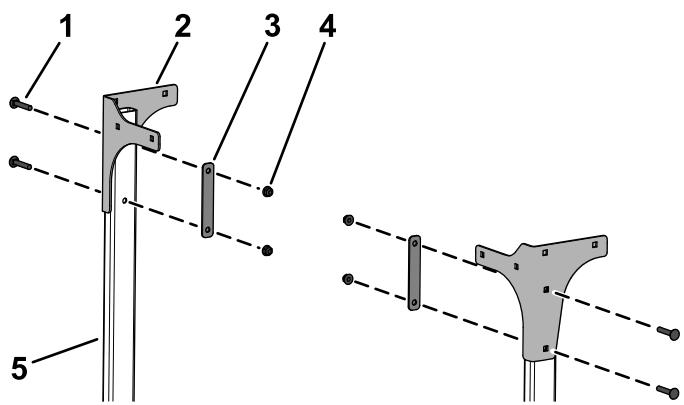

图8
7. 如图8 所示, 用 4 个托架螺栓 (5/16 x 1-3/4 英寸)、2 个支撑板和 4 个凸缘螺母 (5/16 英寸) 将左、右后安装板松松地安装到支撑管上。